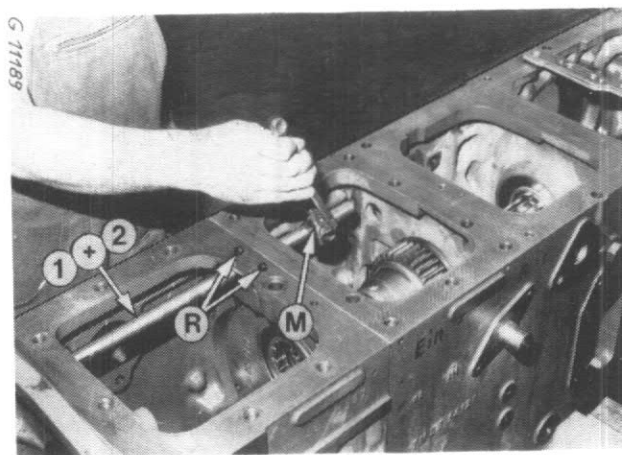
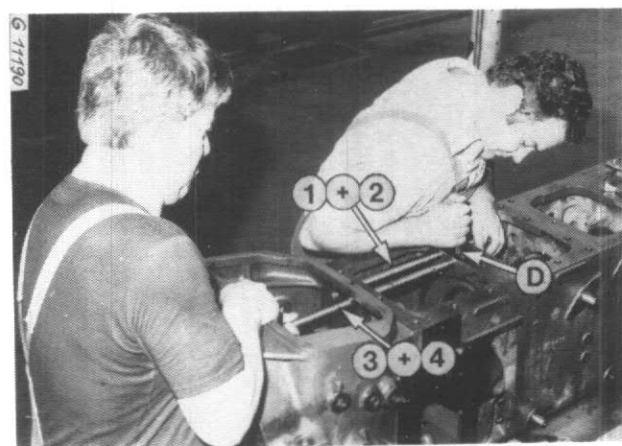

Figure 31
Figure 32
En premier, installez le coulisseau de 1ère et de 2ème vitesse, prenant soin d'enfoncer la bille de positionnement (R) avec le poinçon approprié (D) figure 32. Serrez le bloc guide (M) figure 31 (le boulon n'est plus accessible après le montage du second coulisseau).